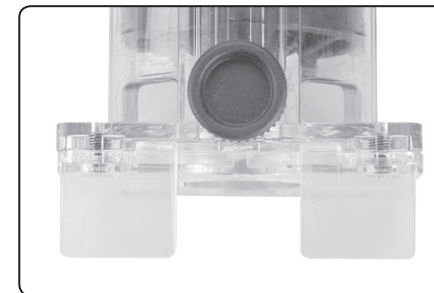
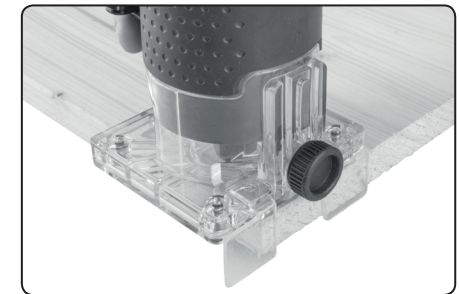

Abb. 16a
Abb. 16b
- ➔ Falls die Seitenführung aus Kunststoff mitgeliefert wird, setzen Sie diese zwischen die Platten der Basis, wie in Abb. 16a gezeigt. Die Kunststoffführung ist nicht mit einer Schraube gesichert. Die Verwendung der Führung ist in Abb. 16b dargestellt.